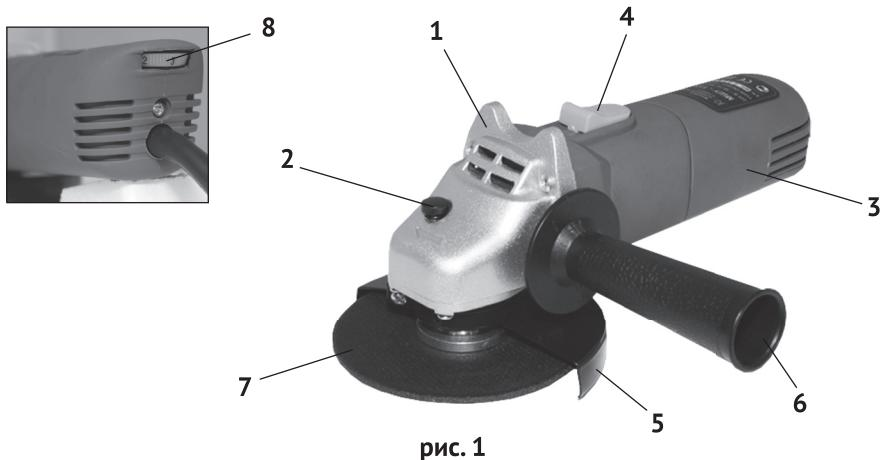

рис. 1
1.6 Общий вид шлифмашины представлен на рис.1
1.7 Шлифмашина состоит из коллекторного двигателя в пластиковом корпусе и редуктора, расположенного в металлическом корпусе. Крутящий момент с якоря электродвигателя через редуктор из 2-х конических шестерён, под углом 90° передаётся на шпиндель. На резьбу (M14) шпинделя крепится рабочий инструмент (отрезной, полировальный круг). Шлифмашина комплектуется дополнительной рукояткой (рис.1 поз.6), с возможностью крепления к корпусу редуктора в 2-х позициях (справа или слева).
1.8 Инструмент имеет так называемую компоновку «хват рукой», при которой шлифмашина надёжно удерживается одной рукой а большим пальцем удобно управлять ползунком выключателя (рис.1 поз.4), смещённым вперёд к редуктору. Второй рукой, при помощи боковой рукоятки, круг с высокой точностью и под нужным углом направляется на обрабатываемое изделие.
1.9 Модель МШУ-125/900Е+ имеет функцию регулирования скорости вращения якоря, прорезь с диском (рис.1 поз.8), регулирующим обороты, расположена в торце задней крышки двигателя.
- установить боковую рукоятку (рис.1 поз.6) в удобное для работы положение;